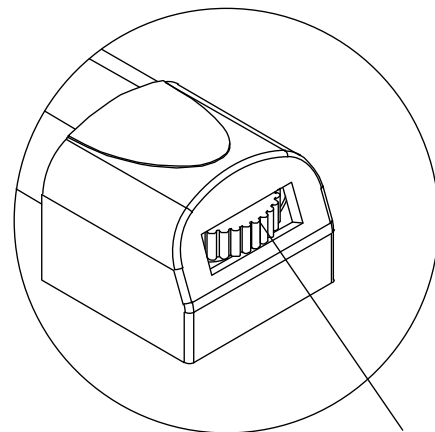

Figura 13
13. Si el vehículo completo no está estable después del ensamblaje, puede girar las ruedas manualmente para realizar ajustes menores. Como se muestra en la Figura 13: